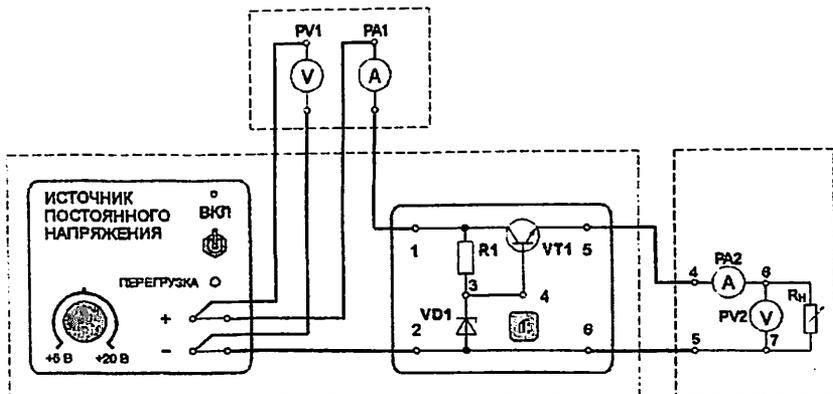

Рис. 9.1. Соединение элементов установки для исследования работы стабилизатора постоянного напряжения с последовательным регулирующим транзистором
1. Собрать схему, приведенную на рис. 9.1.